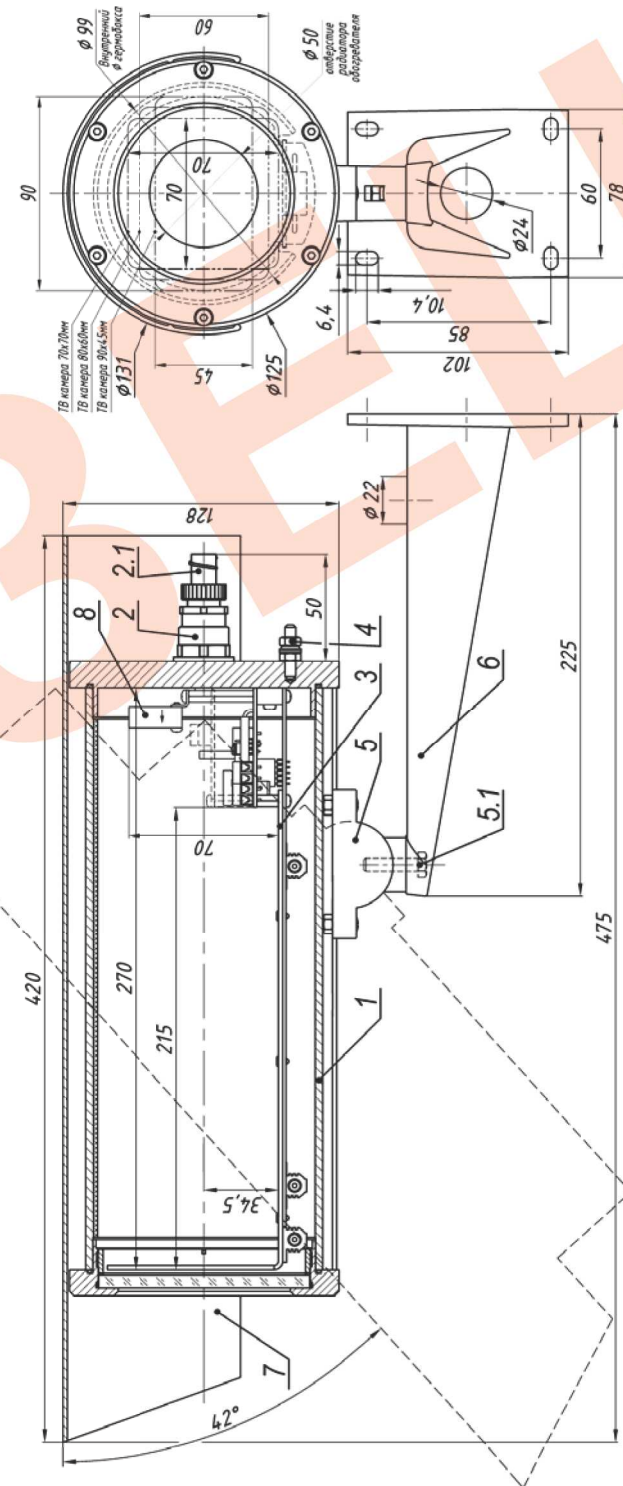

Рис.1 Состав и габаритно-установочные размеры ТГБ-4Г Ех
2. Выдвинуть модуль видеокамеры (поз.3 рис.1) из кожуха.
9. Обеспечить защиту кабелей во взрывоопасной зоне металлорукавом. Металлорукав фиксируется на гермовводе с помощью держателя металлорукава (поз.2.1 рис.1).
10. Ослабить болт фиксации шарнира (поз.5.1 рис.1), установить гермобокс на нужное направление обзора, после чего надежно зафиксировать шарнир затянув болт.
11. Заземлить гермобокс с помощью клеммы заземления (поз.4 рис.1).
В состав изделия входят (см. рис.1):